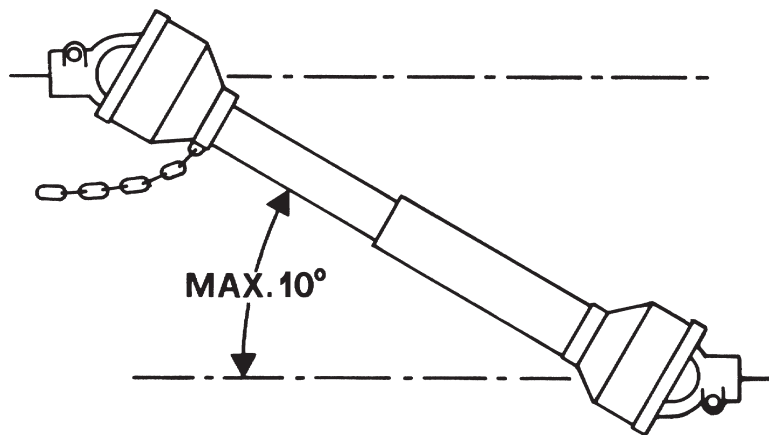

Fig. 6
- 40)** Disinserire, sempre, la presa di forza quando l'albero cardanico fa un angolo troppo aperto (mai oltre i 10 gradi - Fig. 6) e quando non viene usata.
- 40)** Always disengage the pto when the cardan shaft is set at an excessively open angle (never beyond 10 degrees - Fig. 6) and when it is not in use.
- 40)** Débrayez toujours la prise de force quand l'angle de l'arbre à cardans est trop ouvert (jamais plus de 10 degrés Fig. 6) et lorsque vous ne devez pas l'utiliser.
- 40)** Die Zapfwelle immer ausschalten, wenn die Gelenkwelle einen zu großen Winkel einnimmt (nie über 10 Grad - Abb. 6) und wenn sie nicht gebraucht wird.
- 40)** Desactivar, siempre, la toma de fuerza cuando el árbol cardánico hace un ángulo demasiado abierto (nunca superar los 10 grados - Fig. 6) y cuando no la usamos.